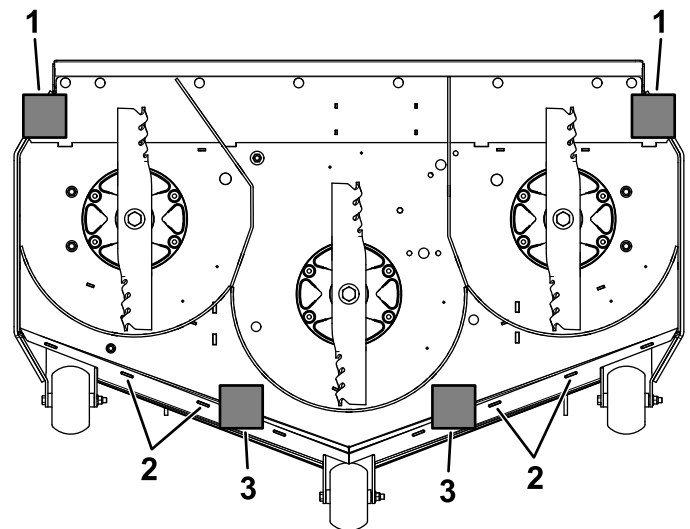

Figura 79
9. Posizionate i 2 blocchi (vedere la tabella dell'angolo di spoglia e dell'altezza del blocco) sotto il bordo posteriore della falda del piatto di taglio; 1 su ogni lato del piatto di taglio (Figura 79).
12. Ruotate con cautela le lame da un lato all'altro (Figura 79).